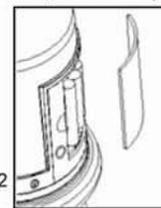

Рис.2
■ Перед использованием снимите крышку батарейного отсека. Соблюдая полярность, вставьте три аккумулятора или батарейки в батарейный отсек, затем вставьте крышку. (Рис.2)